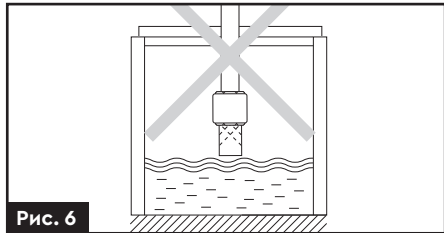

Рис. 6
- Зворотний клапан з фільтром грубого очищення не має бути на рівні або вище за джерело води (рис. 6).